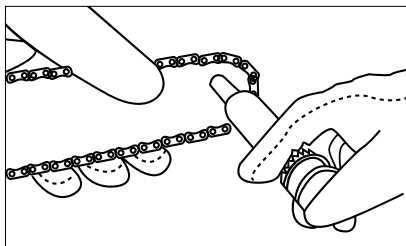

Рис. 28
3. Поместите иглообразную дюзу шприца в отверстие для смазки и вводите смазку до тех пор, пока она не появится на внешней кромке цепного зубчатого колеса шины (рис. 28).